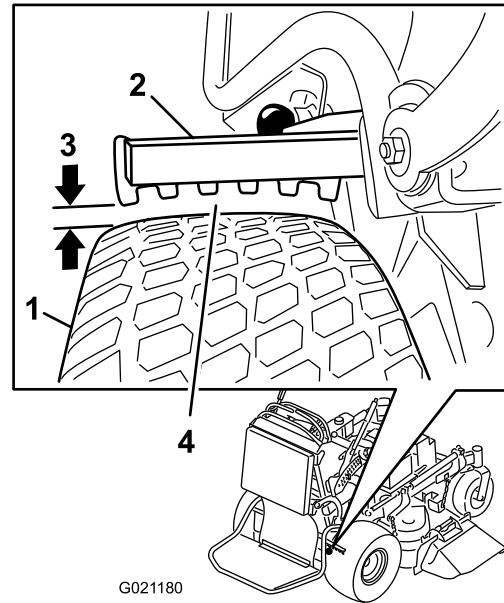

Figura 61
según se muestra en la Figura 61; consulte Ajuste de los frenos \(página 49\) si es necesario ajustarla.
5. Ajuste la horquilla (Figura 61).